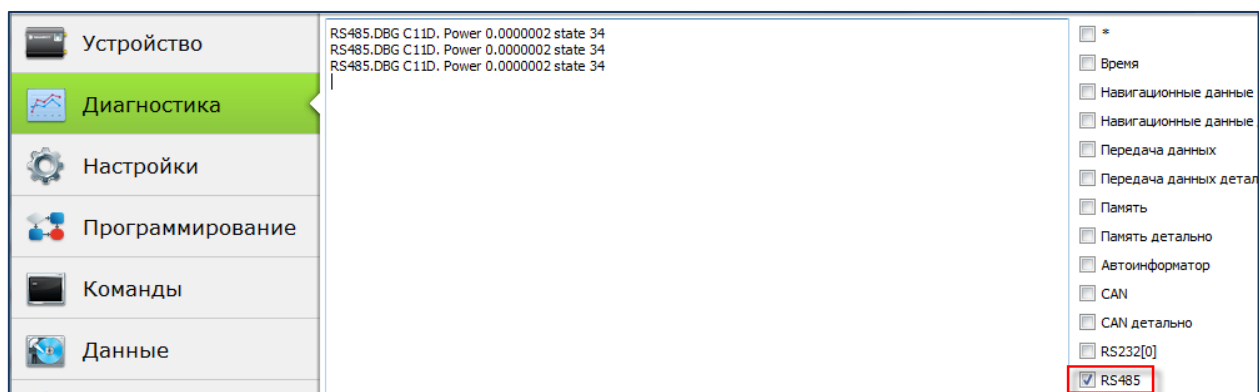

Рисунок 9. Проверка работоспособности
7. для проверки работоспособности дозиметра перейдите на вкладку «Диагностика» Конфигуратора, отметьте параметр «RS485» и проверьте наличие диагностических сообщений (Рис. 9):